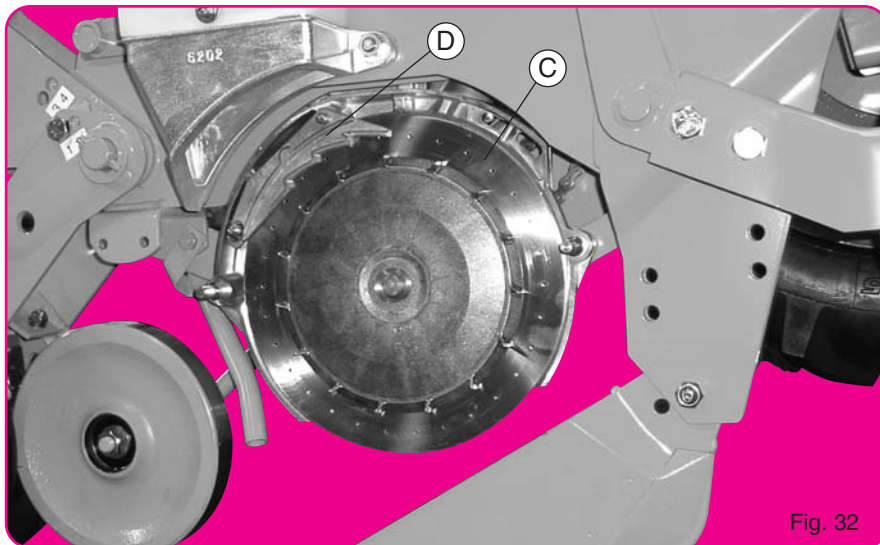

Fig. 32
Pour chaque type de semence, il sera nécessaire d'utiliser le disque avec nombre de trous et Ø de trous adaptés (voir liste page suivante). Avant mise en route s'assurer que les boîtiers sont bien équipés des disques convenables. (Les semoirs sont livrés d'usine distributions non montées). Les plaques de sélection (1) se placent sur les disques (côtés couvercle et non entre disques et couronnes plastique) (fig. 32). A l'intérieur du couvercle (B) se trouve un volet en tôle. Ce volet (2) régularise l'arrivée des graines depuis la trémie et assure un niveau constant et convenable face au disque. En fonction de la semence utilisée il doit, avant tous semis, être contrôlé et réglé suivant 2 positions :
De afstrijkers (D) worden geplaatst op de schijven (aan de kant van het deksel en niet tussen de schijven en de kunststof slijtringen). (Fig 32).